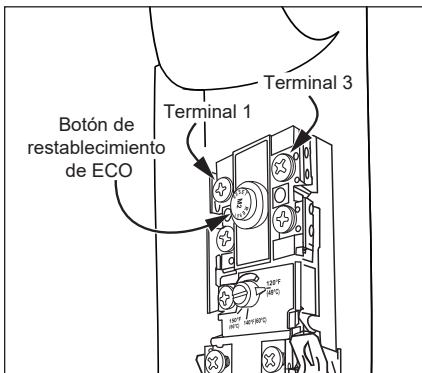

Figura 36 - Botón de corte de energía (ECO).
- Presione el botón rojo de reinicio de ECO (Figura 36).